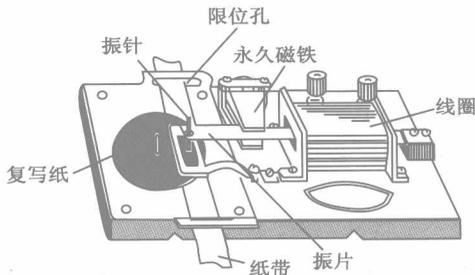

图 1-7
电磁打点计时器(图 1-7)是利用电磁原理制成的。它是一种使用低压交流电源的计
速度公式就可求得,如图1-7中第4点的瞬时速度为: $v_4 = \frac{S_{IV} + S_V}{2T} = \frac{s_5 + s_3}{2T}$.
d. 测定做匀变速直线运动物体的加速度,一般用逐差法求加速度.将如图1-7所示的连续相等时间间隔 T 内的位移 $S_I, S_{II}, S_{III}, S_{IV}, S_V, S_{VI}$ 分成两组,利用 $\Delta s = aT^2$ 可得: $a_1 = \frac{S_{IV} - S_I}{3T^2}, a_2 = \frac{S_V - S_{II}}{3T^2}, a_3 = \frac{S_{VI} - S_{III}}{3T^2}$,再算出 a_1, a_2, a_3 的平均值,即: $a = \frac{a_1 + a_2 + a_3}{3}$ 就是所测定物体做匀变速直线运动的加速度.若为奇数组数据则将中间一组去掉,然后再将数据分组,利用逐差法求解。